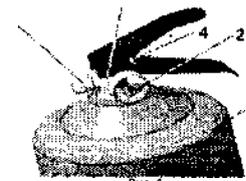
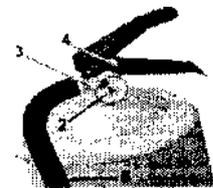

Рис. 1
Рис. 2
3.1. Огнетушитель состоит из корпуса 1 наполненного порошком, индикатора давления 2, запорно-пускового устройства (ЗПУ) 3, чека 4, насадок 5 (рис.1) (рукав 5 (рис.2) для ОП-4(з)-01, ОП-5(з)-01, ОП-6(з)-01, ОП-8(з)-01 и ОП-10(з)-01)
Рисунок 1 и 2 не определяет тип конструкции.
- расположить огнетушитель вертикально раструбом 5 (рис.1) в сторону очага пожара. В моделях огнетушителя оснащённых рукавом, удерживая рукав 5 (рис.2), направить его на очаг пожара;